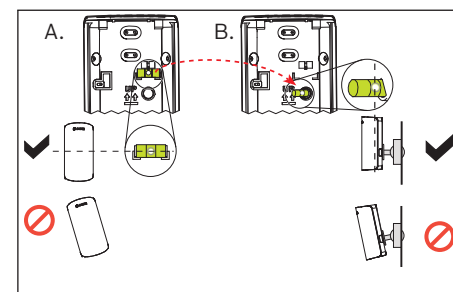

Figure 4.3 : Détecteur de niveau
2. Utilisez le niveau à bulle pour que le socle soit de niveau entre la gauche et la droite. Voir Figure 4.3 - A.
3. Retirez le niveau à bulle et placez-le dans le porte niveau à bulle pour vérifier l'alignement vertical. Uniquement pour les supports de fixation pivotants. Voir Figure 4.3-B.